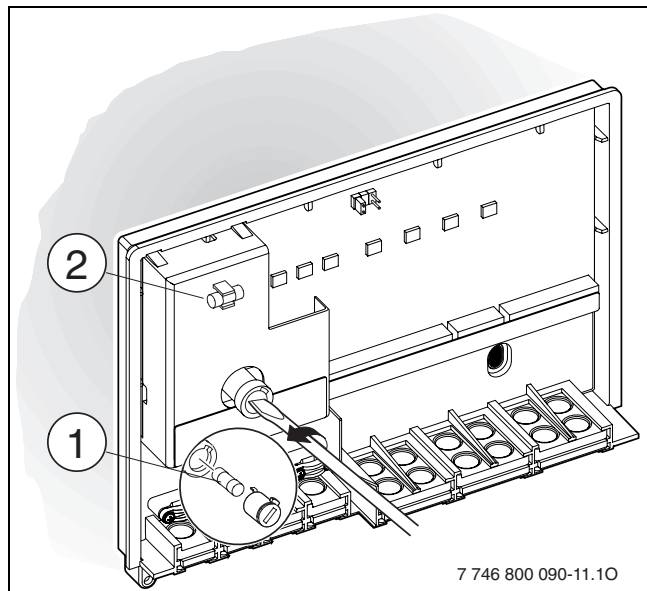

Fig. 14 Remplacement du fusible
- Remplacer le fusible (→ figure 14, [1]). Un fusible de remplacement est placé sur le couvercle [2].